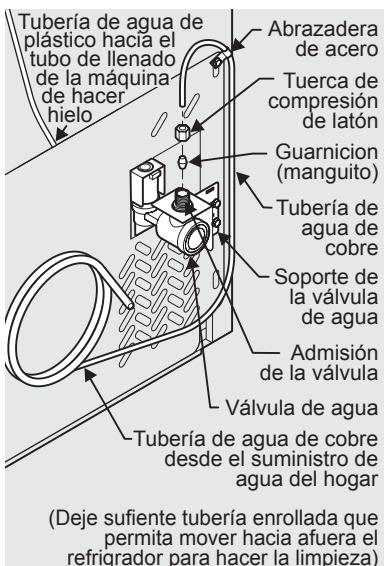

Figura 1
- 4 Si utiliza tubería de cobre: deslice la tuerca de compresión y a continuación, el manguito (virola) hasta la toma de agua. Empuje la toma de agua hasta la entrada de la válvula de agua hasta el máximo (1/4 pulgada, 6,4 mm). Deslice el manguito (virola) en la válvula y apriete con los dedos la tuerca de compresión a la válvula. Apriete otra media vuelta con una llave; NO apriete excesivamente. Ver Figura 1.